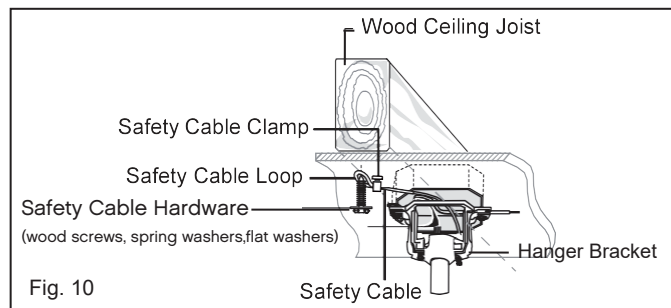

Fig. 10
Attach the wood screw, the spring washer and the flat washer to the ceiling joist as shown (do not fully tighten). Loop the safety cable around the wood screw that was just attached to ceiling joist. Tighten the wood screw to ceiling joist. Cut off excess cable. (Fig. 10)
1. Insérez le récepteur dans le support de montage au plafond avec le côté plat du récepteur face au plafond. (Fig. 10) Pour de meilleures performances, assurez-vous que l'antenne noire et l'antenne WIFI, à l'extrémité du récepteur, restent étendues et ne s'emmêlent pas avec l'un des fils électriques.